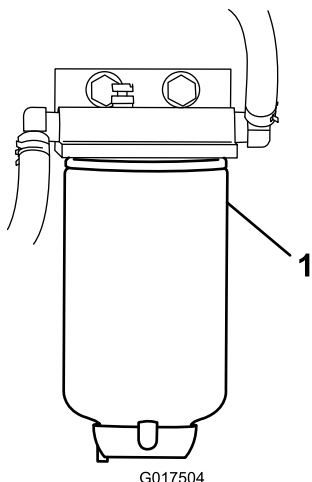

Figura 35
4. Svitare il filtro carburante dalla staffa (Figura 35).